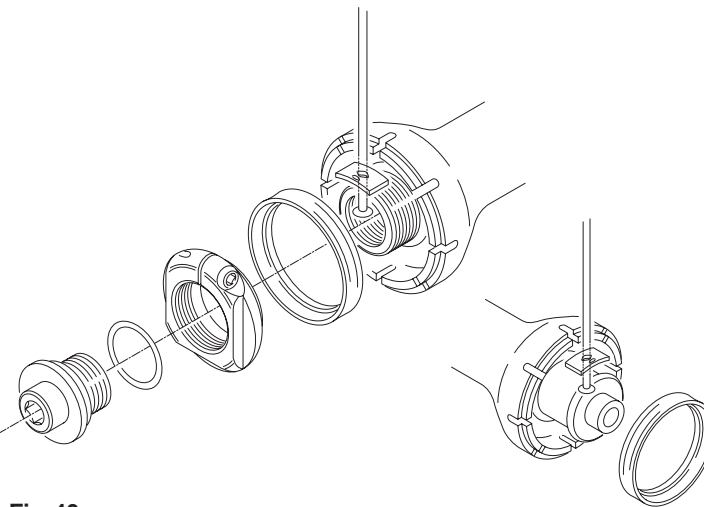

Fig. 40
- Inserite il raggio e la piastrina nell'apposita sede sul lato del mozzo facendo attenzione che il lato con la tacca sulla faccia convessa della piastrina rimanga rivolto verso l'esterno del mozzo (Fig. 40).
- Fit the spoke and the plate in the special seat on the side of the hub, making sure that the side with the notch on the convex face of the plate faces outwards from the hub (Fig. 40).
- Die Speiche und die Plättchen in den vorgesehenen Sitz auf der Seite der Nabe einführen und darauf achten, daß die konvexe und mit einer Kerbe versehene Seite des Plättchens, von der Nabe nach außen hin gerichtet ist. (Abb. 40).
- Introduisez le rayon et la plaquette dans le logement prévu sur le côté du moyeu en veillant à ce que le côté qui a une encoche sur la surface convexe de la plaquette reste tourné vers l'extérieur du moyeu (Fig. 40).
- Meter el radio y la placa en el asiento correspondiente en el lado del buje, prestando atención a que el lado con la ranura en la cara convexa de la placa quede hacia el exterior del buje (Fig. 40).
- Bevestig de spaak en het plaatje in de uitsparing van de naaf, let erop dat de zijde van de uitsparing naar de buitenkant van de naaf wijst (fig. 40).